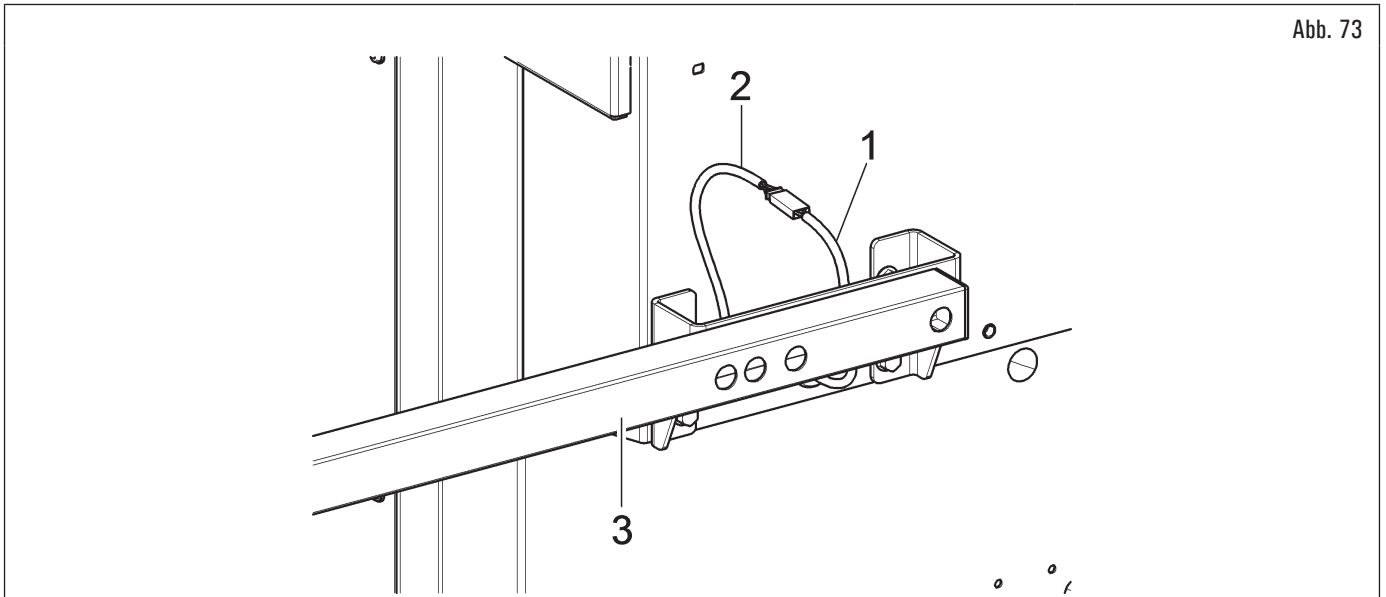

Abb. 73
- den Verbinder (Abb. 73 Pkt. 1) des aus des Geräts kommenden Kabels anschließen, auf Verbinder (Abb. 73 Pkt. 2) des aus dem Arm des Tasters heraustretenden Kabels. Den verkabelten Teil mit den Verbindern in den Innenbereich des Arms einfügen (Abb. 73 Pkt. 3);